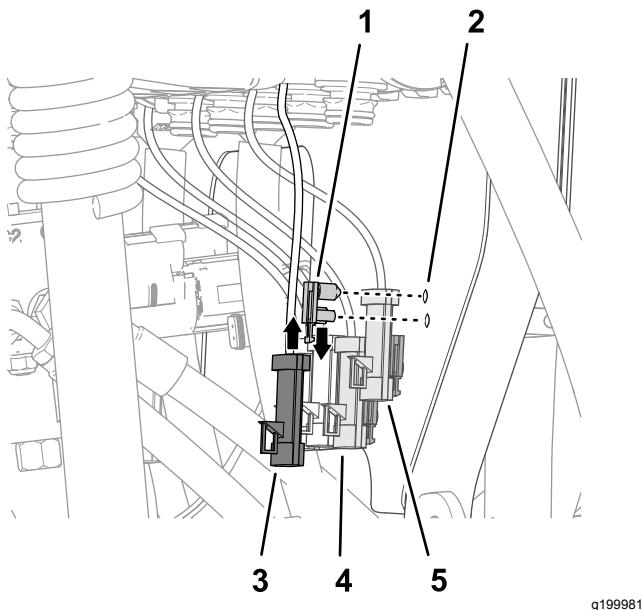

Figura 113
- Montate i dispositivi di fissaggio a spinta dell'ancoraggio del connettore sui fori nel supporto della valvola (Figura 113).